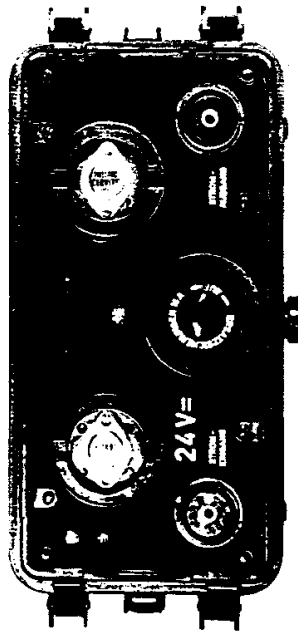

Bild 15. Stromversorgungsteil ST 24/GRC-9
2.2.2. Stromversorgungsteil ST 24/GRC-9 (Bild 15)